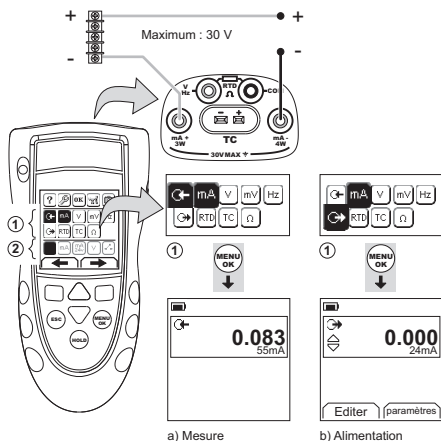
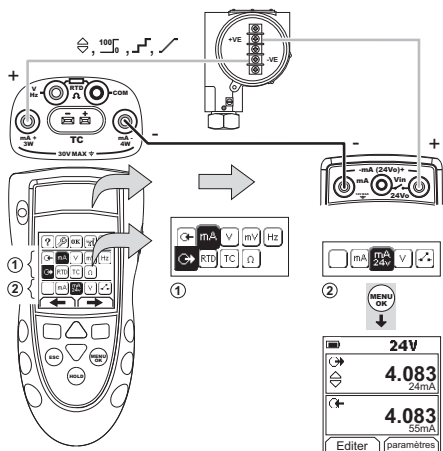
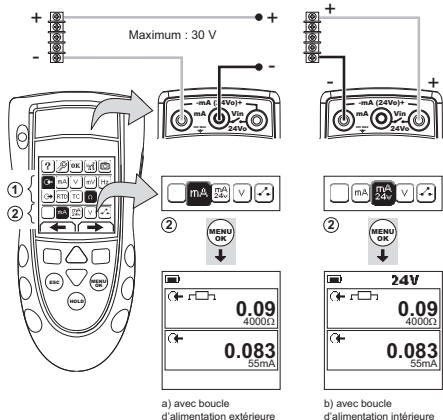

Figure 1 : Exemple de configuration - mesure/alimentation en mA avec boucle d'alimentation extérieure (zone ①)
Figure 2 : Exemple de configuration - alimentation en mA avec boucle d'alimentation intérieure (zone ①)
Figure 3 : Exemple de configuration - mesure en mA (Fonction Dual, zone ②)
1. Raccordez l'instrument (Figure 1, Figure 2 ou Figure 3) et, si nécessaire, réglez le menu Config. (Tableau 1).